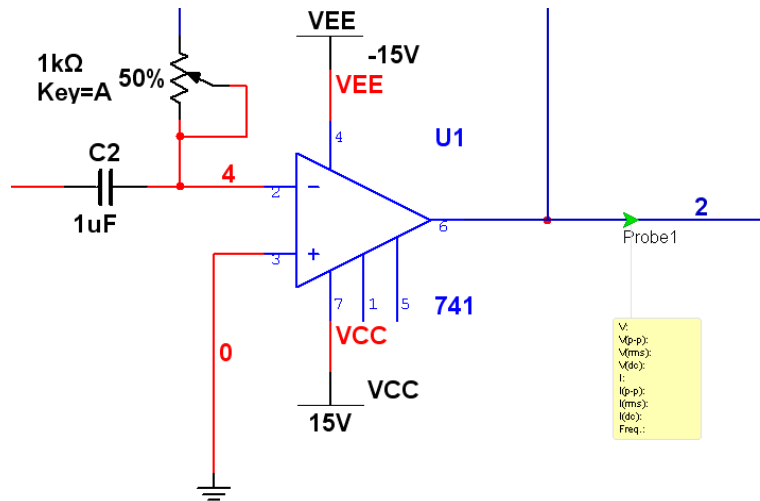

Figure E2-17. Sonde de mesures au niveau de la sortie du filtre passe-bande
2. La sonde sera ensuite rattachée au pointeur de la souris comme lorsque vous placez un composant. Vous pouvez la placer sur n'importe quelle partie du circuit. (Figure E2-17).